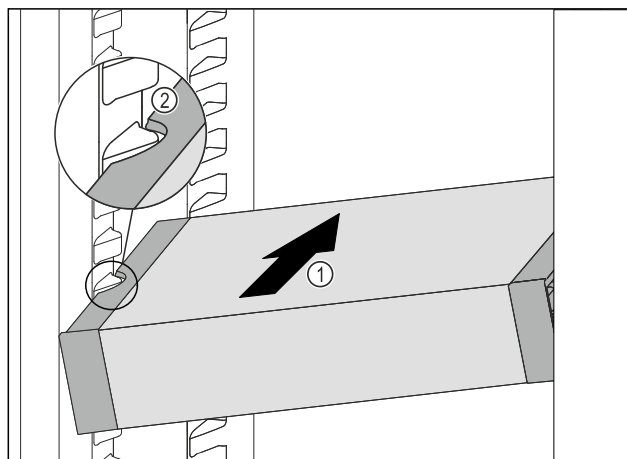

Fig. 84
- Zasuňte VarioSafe do chladničky pod úhlem tak Fig. 84 (1), aby vybrání na bocích Fig. 84 (2) VarioSafe byla na úrovni žebrování na nádoby v chladničce.